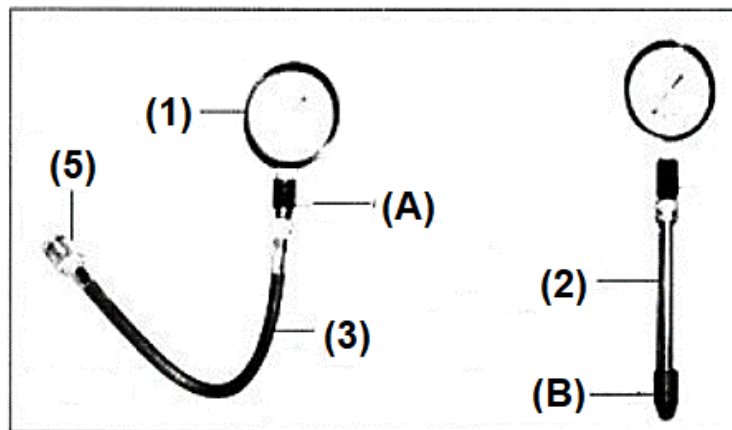

Figure 1
2. Le compressiomètre a un raccord pour adaptateur (2) à cône en caoutchouc qui peut être utilisé sur tous les types de trous de bougies d'allumage. Il a également un raccord de tuyau (4) qui peut être utilisé sur les trous de bougies d'allumage de 14 mm et de 18 mm (voir fig. 1).
5. Fixez ou le raccord pour adaptateur (2) ou le tuyau (3) ainsi que le raccord du tuyau (5) au manomètre (1) (voir fig. 1).
- Pour le nettoyage**, utilisez un chiffon propre et un détergent doux. N'employez pas les solvants car ceux-ci pourraient endommager le compressiomètre. Ne plongez pas le manomètre (**fig. 1/3, 1**) dans des liquides. Stockez le compressiomètre dans un endroit sûr et sec hors de la portée des enfants ou d'autres personnes non autorisées.